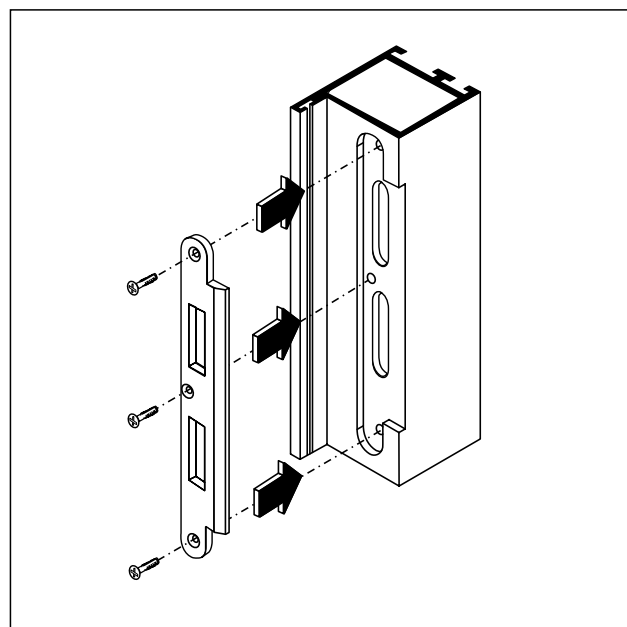

Рис. 20 Установите ответную планку
6. Установите ответную планку (рис. 20).